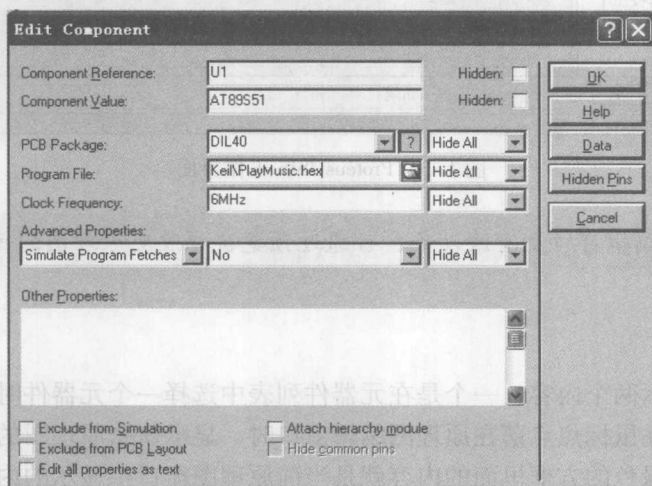

图 1-2 “Edit Component” 对话框
(2) 用鼠标右键单击单片机 AT89S51（标号 U1），选择 Edit Properties 选项，弹出如图 1-2 所示的“Edit Component”对话框，单击“Program File”右侧文本框旁边的打开按钮，选取目标文件 PlayMusic.hex。
(3) 在“Clock Frequency”（时钟频率）文本框中输入 6MHz，使仿真系统以此频率运行。